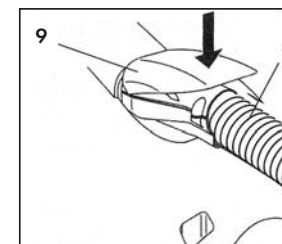

Fig. 18
- Aprire completamente lo sportello della presa accessori (9) ed inserire l'attacco rapido del ferro da stiro (y) nella presa posta sulla parte anteriore dell'apparecchio, premendo a fondo.
- Chiudere lo sportello della presa accessori (9) sul corpo dell'attacco rapido assicurandosi che i due particolari si aggancino. Fig. 18
- Accendere la macchina tramite l'interruttore generale (4) e premere l'interruttore caldaia (5).